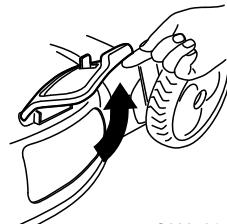

Bild 29
2. Öffnen Sie die Seitauswurfklappe (Bild 29).